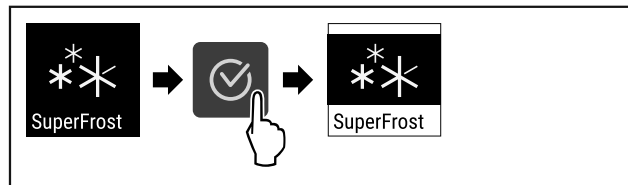

Fig. 92
- ▶ Kryeni hapat e veprimit (shihni Fig. 92).